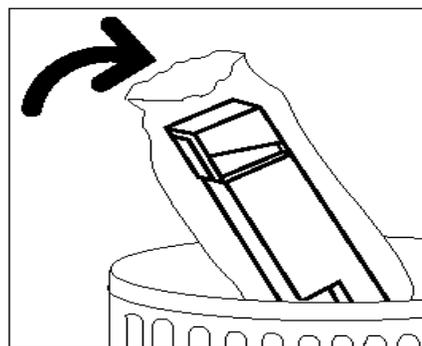

Figura 17: Cómo desechar el contenedor de residuos del tóner usado
- 5** Introduzca el contenedor de residuos en una bolsa de plástico, tal y como ilustra la Figura 17, y deséchelo de acuerdo a las normativas locales.